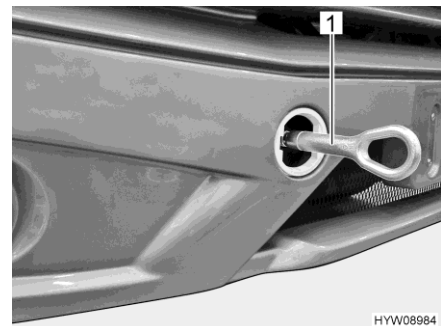

Fig. 41 Occhione di traino (installato)
- Montare l'occhione di traino (Fig. 41,1) come indicato nel manuale di funzionamento del veicolo di base.